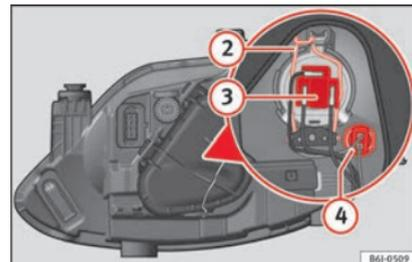

Fig. 95 Luz de médios/máximos e luz de presença do farol simples.
- Retirar o conector » Fig. 95 ③ da lâmpada.
- Desengate a mola de fixação » Fig. 95 ② pressionando-a para dentro e para a direita
- Extrair o porta-lâmpadas » Fig. 95 ④ para fora.